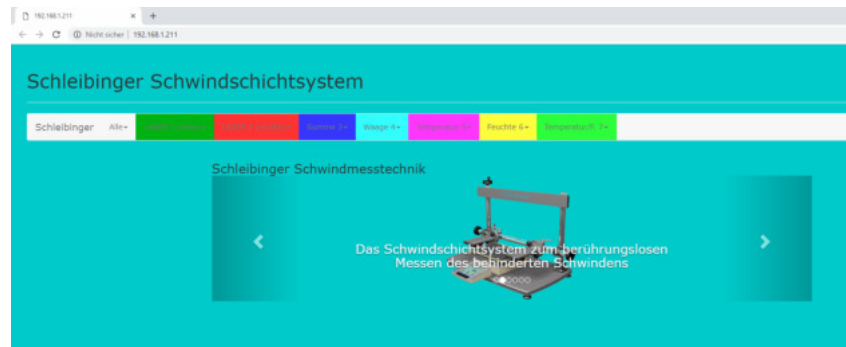

Abbildung 10: Startbildschirm
- Öffnen Sie den Browser und geben Sie den Hostnamen oder die IP-Adresse im Adressfeld ein. Der Startbildschirm wird angezeigt (Abb. 10).